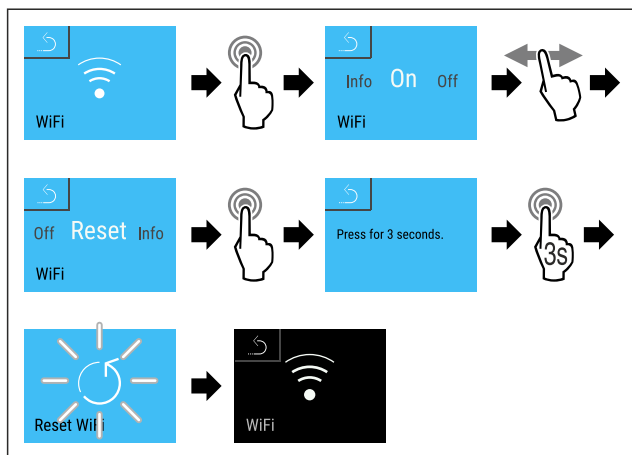

Fig. 122
- ▶ Suivre les étapes (voir Fig. 122) .